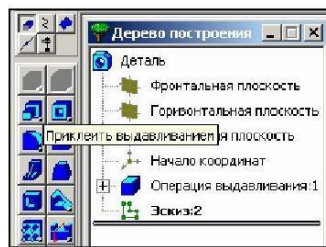

Рисунок 3
2) на Інструментальній панелі активізуємо команду "Приклеїти видавлюванням" (рис.3). В діалоговому вікні *Параметри* задаємо параметри елемента видавлювання, вказуємо напрямок видавлювання і завершуємо роботу з командою.